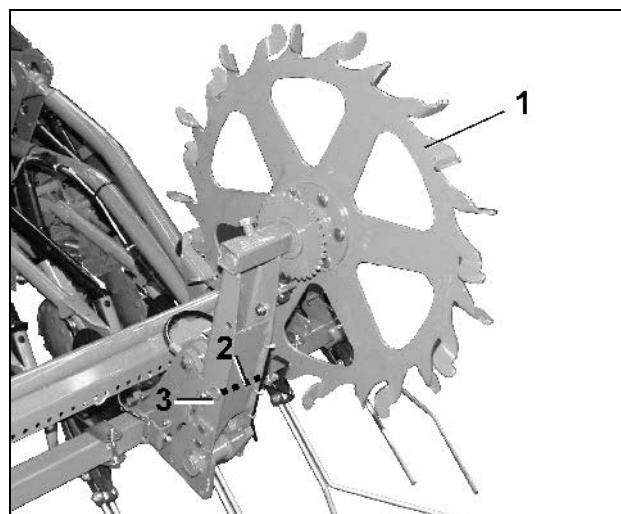

Рис. 100
- Колесо с почвозацепами поднимите рукой (Рис. 100/1), быстро освободите пружинный замок (Рис. 100/3), извлеките крепежный палец и опустите колесо с почвозацепами.